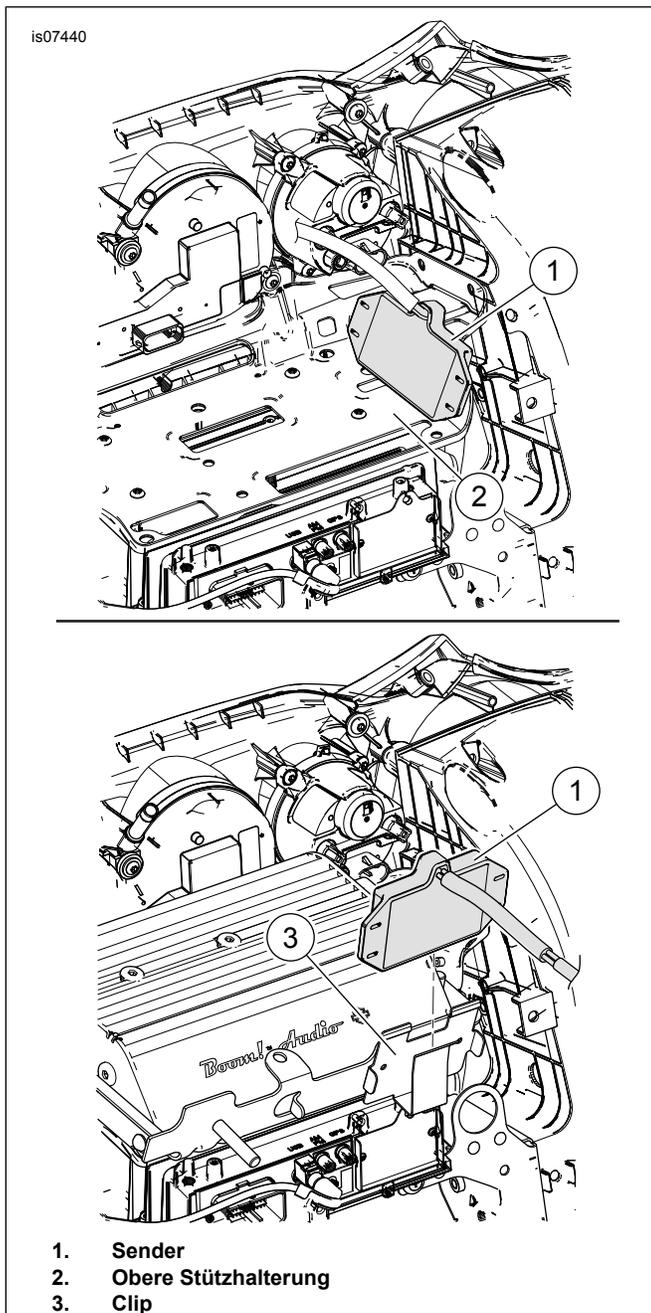

Abbildung 15. Montage des Senders (FLHT-Modelle ab 2017 und FLHX Touring- oder Trike-Modelle)
2. Siehe Abbildung 15. . **Modelle OHNE einen an der Verkleidung montierten Verstärker:**
- b. Den Sender (1) links neben der oberen Stützhalterung anbringen.
- a. Den Sender (1) in den Clip (3) auf der Vorderseite der Befestigungshalterung einsetzen.